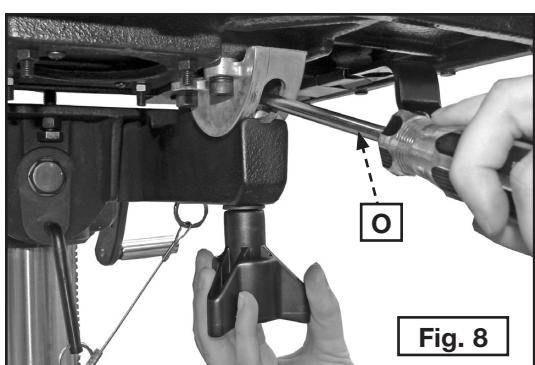

Fig. 8
NOTA: Los pernos del muñón pueden moverse. Para instalar las manijas con mayor facilidad, inserte un destornillador de cabeza plana (O) Fig. 8 en la apertura del muñón y contra los pernos, para estabilizarlos.